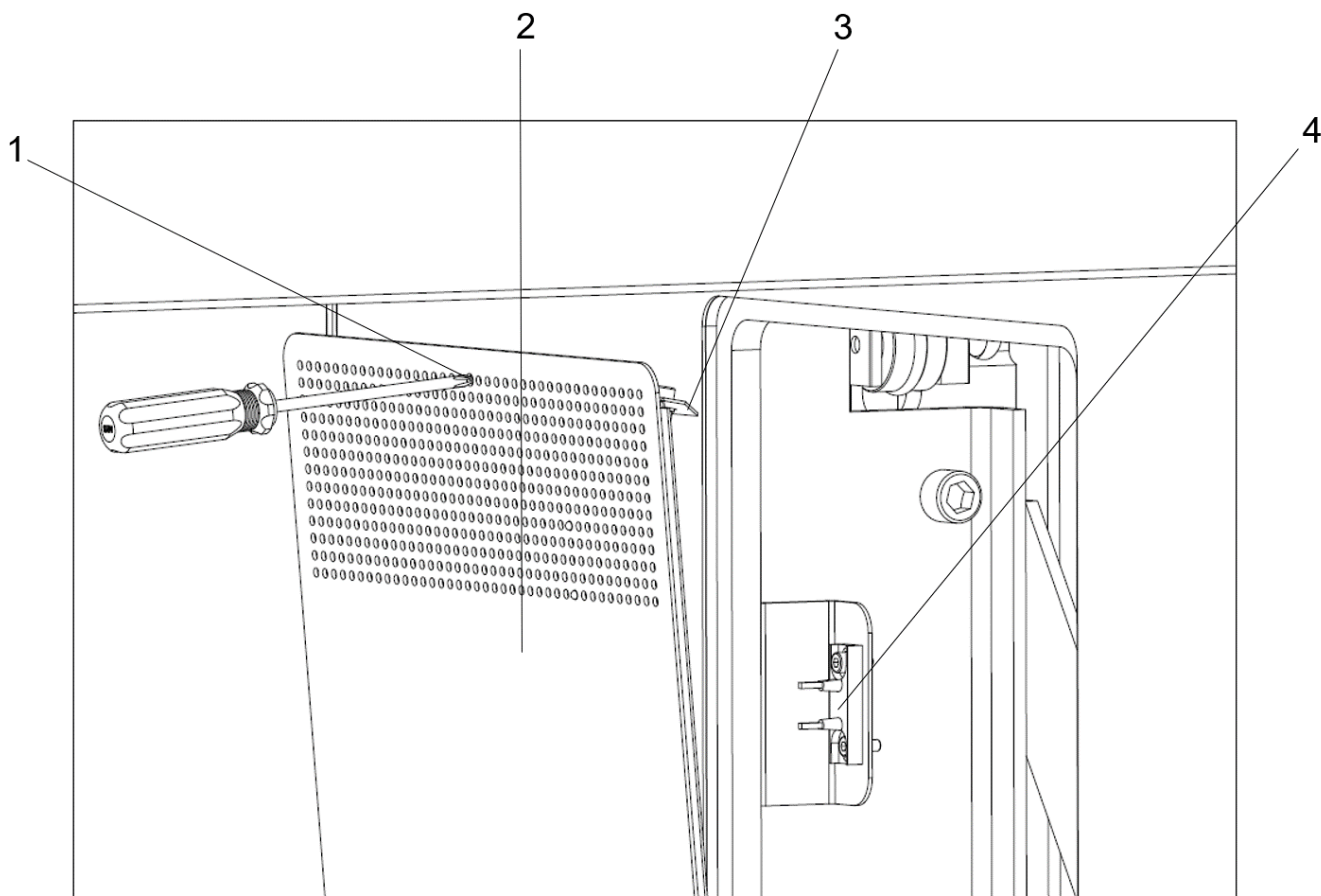

Fig. 22 Afmontering af betjeningspanel
3. Løsn betjeningspanelet (2) ved at indføre en lang og tynd genstand, f.eks. en skruetrækker, i åbningshullet (1) foroven på betjeningspanelet og presse ned mod betjeningspanelholderen (3), se Fig. 22. En sikkerhedsafbryder (4) på bagsiden af betjeningspanelet afbryder sikkerhedskredsen, når betjeningspanelet fjernes fra elevatorstolens væg og sætter dermed elevatoren i blokeret tilstand.